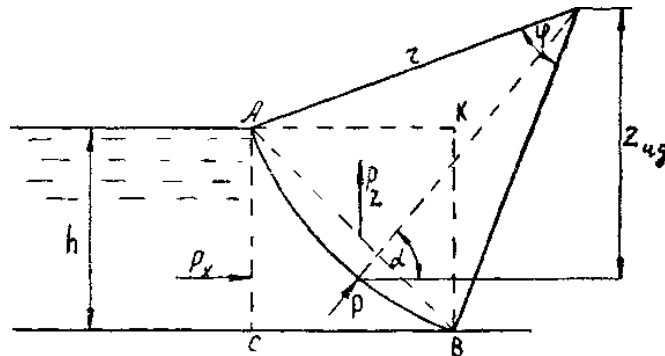

Рис. 16.
**Завдання 16.** Сегментний щит  $AB$  радіусу  $r=7,5$  м підтримує воду при глибині її  $h = 4,8$  м (рис. 16). Центральний кут сектора  $\varphi=43^\circ$ . Горизонтальна проекція щита  $CB = a = 2,7$  м. Ширіна щита  $b = 6,4$  м. Визначити силу гідростатичного тиску води на щит і знайти місцеположення центру тиску.